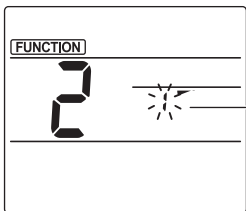

Fig. 3-2
② Luftklappennummer auswählen (Fig. 3-2)